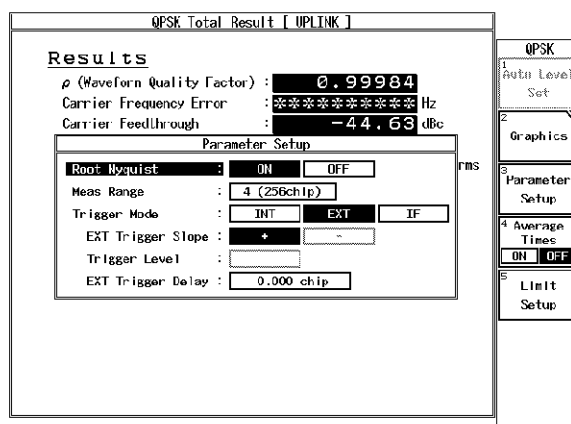

図 6-13 測定パラメータ表示
3. R3267 シリーズを IQ 入力、QPSK 測定に設定し、パラメータを図 6-13 のように設定し、**DC CAL** を実行します。